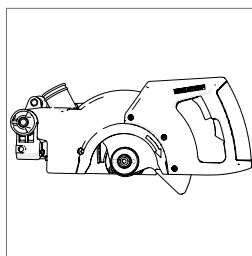

Fig. 1c
- De zaagkop in de vergrendelde omlaagpositie. **(Fig. 1c)**